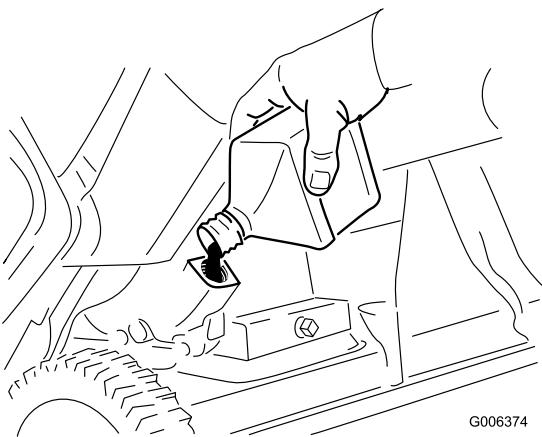

Figure 31
- 8. La machine étant en position d'utilisation, versez **lentement** de l'huile dans l'orifice de remplissage jusqu'au niveau de trop-plein (Figure 31).